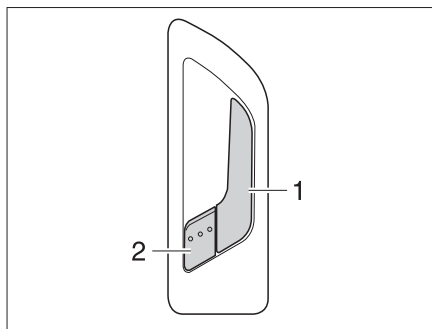

Fig. 35 Cerradura de la puerta de entrada, en el interior
- Tirar del tirador (Fig. 35,1). Se desbloqueó la cerradura de la puerta. La palanca de retención (Fig. 35,2) salta hacia fuera automáticamente.
- Presionar la palanca de retención (Fig. 35,2).